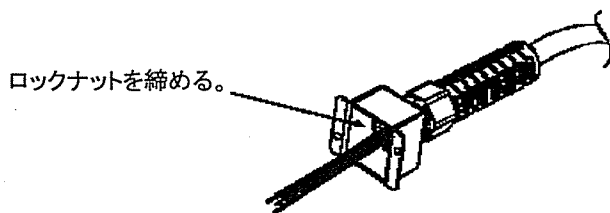

図 3-2 ストレインリリーフへの AC ケーブル取り付け
3. ラセン形の本体に AC ケーブルを通して下さい。AC ケーブルは剥離された側からベース(ゴムシールド部)に差し込み、ケーブルの外側被覆がベースの先端と一緒にになるまで AC ケーブルを入れて下さい。ケーブルを正しい位置に留めながらストレインリリーフ本体をベースに締めつけます (1.8~2.0 Nm / 18~20 kgf・cm)。ケーブルはストレインリリーフの内側で確実に固定されます。図 3-2 をご参照下さい。